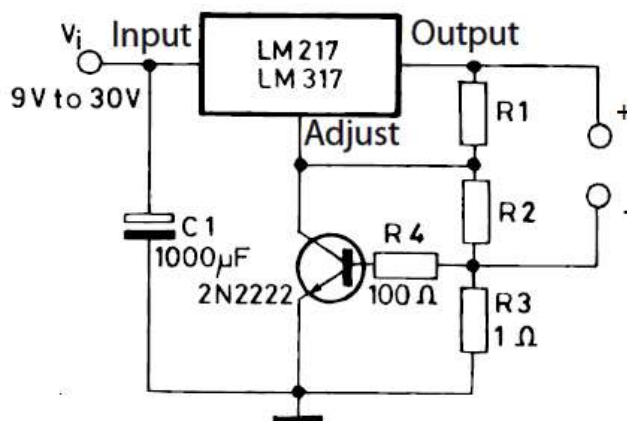

Рисунок 1 – Типовое включение микросхемы LM317T
- Регулировка выходного напряжения должна производиться с помощью подстроечного резистора, установленного на месте сопротивления **R2** типовой схемы (см. рис. 1).
- Типовая схема зарядного устройства по спецификации производителя представлена на рис. 1.